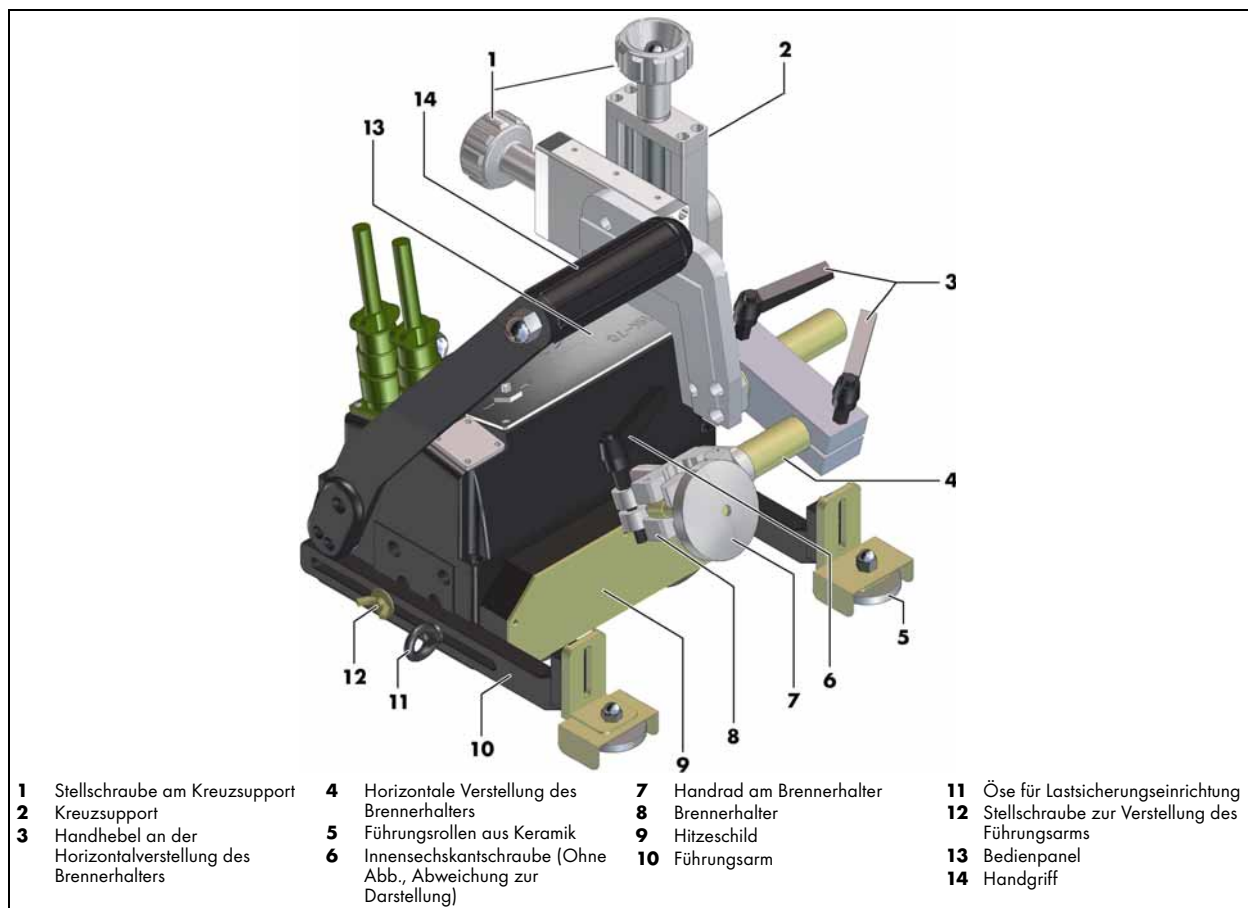

Abb. 2 Übersicht ABI-CAR E-1200 - Ansicht von hinten
Der Schweißtraktor lässt sich schnell und einfach auf die zu schweißende Naht positionieren. Dabei bewegt sich der Schweißtraktor entweder durch Druck auf die Führungsrollen (4) (Abb. 2) oder alternativ entlang einer optional erhältlichen Führungsschiene.
- Betreiben Sie den Schweißtraktor niemals ohne montiertes Hitzeschild **(9)** (Abb. 2).